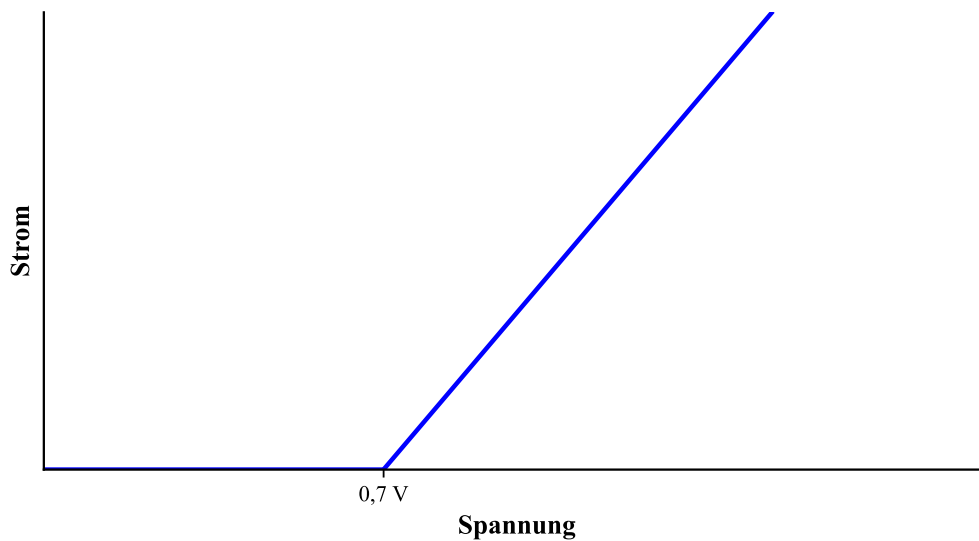
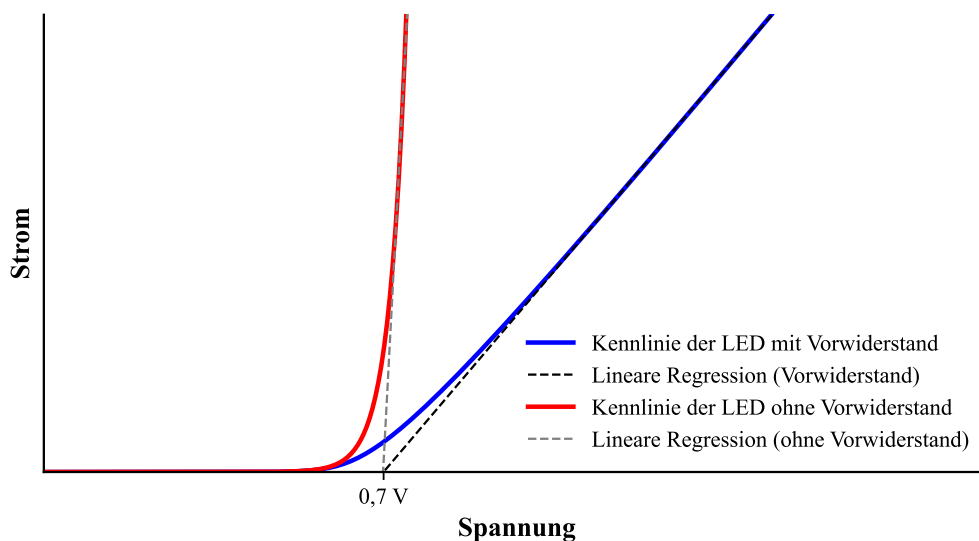

Abbildung 4: Vereinfachte Kennlinie einer LED. Es fließt erst ab dem Überschreiten der Schwellenspannung ein Strom, der linear zur Spannung verläuft.
Abbildung 5: Vereinfachte Kennlinie einer LED. Es fließt erst ab dem Überschreiten der Schwellenspannung ein Strom, der linear zur Spannung verläuft.
- Der vereinfachten Erklärung oben entspricht die Kennlinie in Abbildung 4. Tatsächlich folgt auch eine ideale Diode der folgenden Kennlinie (siehe auch Abbildung 5):